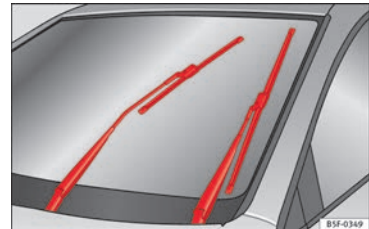

Bild 72 Torkare i serviceläge
- Slå på och av tändningen (inom ca 9 sekunder), tryck ner spaken till vindrutetorkaren (kort torkning). Vindrutetorkarna flyttar sig då till serviceläget » **bild 72**.